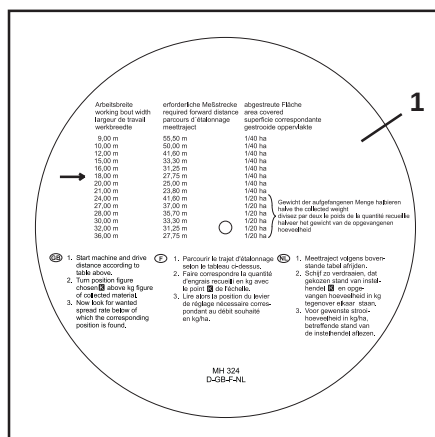

Fig. 7.15
- Afleeskant (fig. 7.17/7) van de lange schoep (fig. 7.15/8) op waarde "90" van de schaal (fig. 7.17/4) zwenken en **de vleugelmoer weer vast aandraaien.**